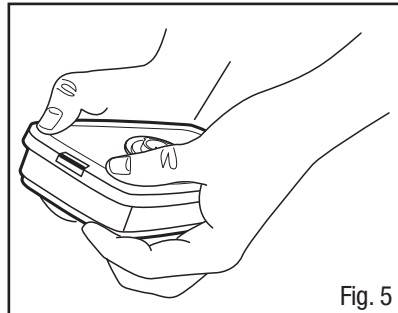

Fig. 5
1. Aligner l'adaptateur sur la cartouche. Enclencher l'encoche avant dans la cartouche en comprimant ensemble l'avant de la cartouche et l'adaptateur. Pour ce faire, placer les pouces sur la partie supérieure de l'adaptateur et les doigts le long de la partie inférieure de la cartouche (Fig. 5).